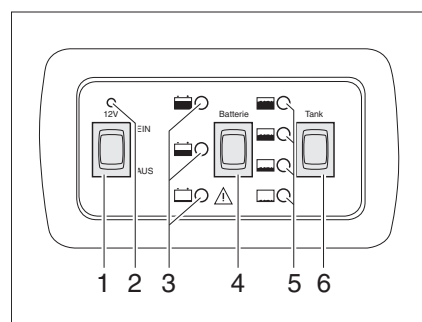

Fig. 92 Panel LT 109
El interruptor principal de 12 V (Fig. 92,1) conecta y desconecta la alimentación de 12 V del habitáculo.
*Conectar:* ■ Pulsar el interruptor basculante (Fig. 92,1) por arriba: La alimentación de 12 V del habitáculo está conectada. La luz de control de 12 V (Fig. 92,2) se enciende de color verde.
*Desconectar:* ■ Pulsar el interruptor basculante (Fig. 92,1) por abajo: La alimentación de 12 V del habitáculo está desconectada. Se apaga la luz de control de 12 V (Fig. 92,2).
Con el interruptor basculante "Batterie" (batería) (Fig. 92,4) se puede consultar el estado de carga de la batería del habitáculo.
*Indicar:* ■ Pulsar el interruptor basculante "Batterie" (batería) (Fig. 92,4): Indica el estado de carga de la batería del habitáculo.
Tras pulsar el interruptor basculante, se encenderá la luz de control (Fig. 92,3) roja, amarilla o verde.
Con el interruptor basculante "Tank" (depósito) (Fig. 92,6) se puede consultar el nivel de llenado del depósito de agua.
*Indicar:* ■ Pulsar el interruptor basculante "Tank" (depósito) (Fig. 92,6): Se indica el nivel de llenado del depósito de agua.
Tras pulsar el interruptor basculante se enciende una luz de control (Fig. 92,5):